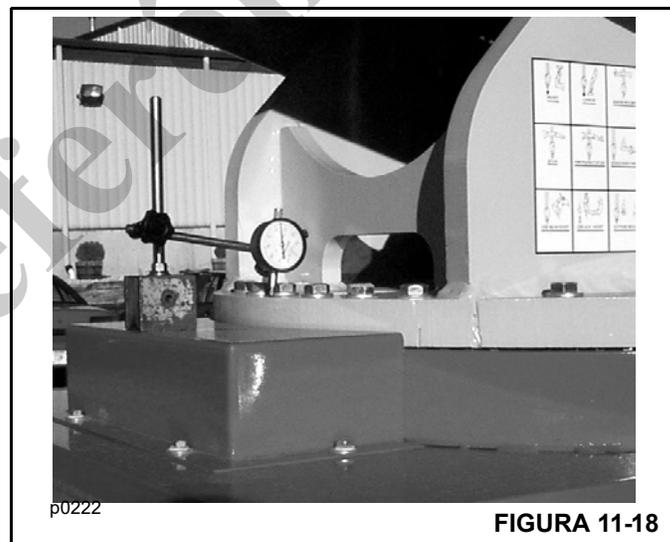

FIGURA 11-18
- Com a lança para frente, estendida completamente e em uma posição horizontal, posicione um relógio comparador na tampa da caixa de engrenagens de giro e no mastro, como mostrado na Figura 11-18.